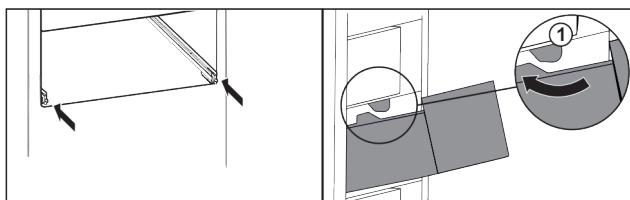

Fig. 31
- Обведите выдвижной ящик вокруг стопора Fig. 31 (1).*